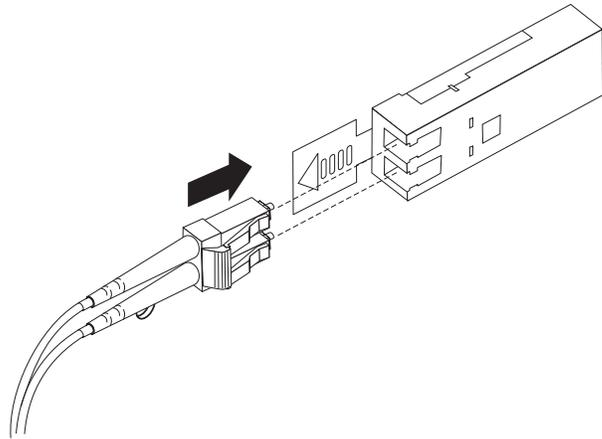

Figura 18. Inserción de un cable de Canal de fibra LC-LC en un módulo SFP
4. Inserte cuidadosamente este extremo del cable LC-LC en un módulo SFP que se haya instalado en el DS3400. El conector de cable tiene referencias de posición para su correcta instalación. Sujete el conector e inserte el cable hasta que oiga un chasquido que le indicará que ha quedado correctamente encajado, tal como se muestra en la Figura 18 en la página 32.